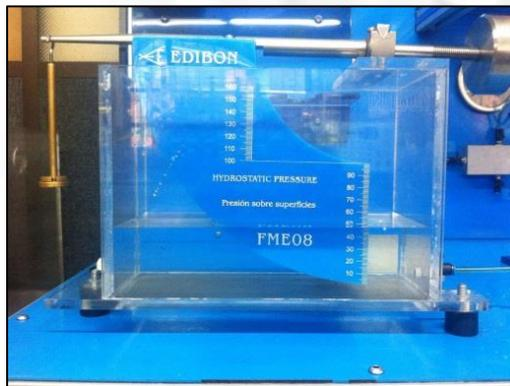

Figura 12. Recuperación de posición horizontal del flotador (Fuente: Propia)
- 4.1.9. Abrir la válvula en (A) lentamente, hasta que el brazo basculante recupere la posición horizontal. (Figura 12)